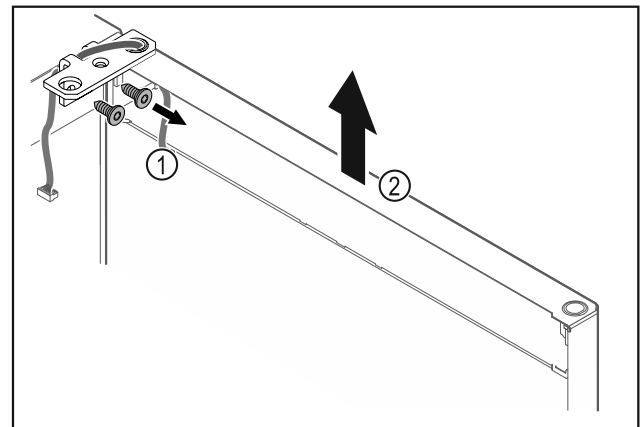

Fig. 26
- ▶ Odvijte kotnik tečaja vrat Fig. 26 (1).
- ▶ Vrata s kotnikom tečaja Fig. 26 (2) dvignite za približno 200 mm naravnost navzgor in jih snemite.